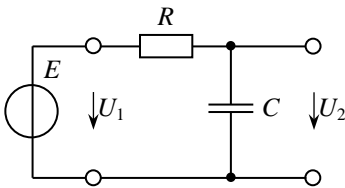
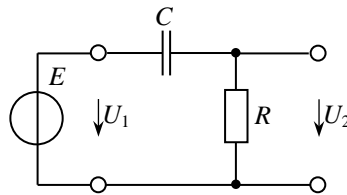

Рис. 1
Рис. 2
2.2. Для каждой из цепей (рис. 1, 2) получите в общем виде выражения для комплексного коэффициента передачи по напряжению $K_U(j\omega) = \dot{U}_2 / \dot{U}_1$, амплитудно-частотной характеристики $K_U(\omega)$ и фазочастотной характеристики $\varphi(\omega)$.
Обратите внимание, что схема рис. 1 является фильтром низкой частоты первого порядка, а схема рис. 2 – фильтром высокой частоты первого порядка. Во временной области отклик цепи рис. 1 в первом приближении пропорционален интегралу от входного воздействия, поэтому цепь рис. 1 называют интегрирующей RC -цепью. В цепи рис. 2 отклик в первом приближении пропорционален производной от входного воздействия, поэтому эту цепь называют дифференцирующей RC -цепью.
2.3. Для каждой из цепей (рис. 1, 2) получите в общем виде выражения для расчета граничной частоты полосы пропускания. Рассчитайте граничную частоту полосы пропускания. Параметры сопротивления и емкости возьмите из таблицы по номеру варианта.